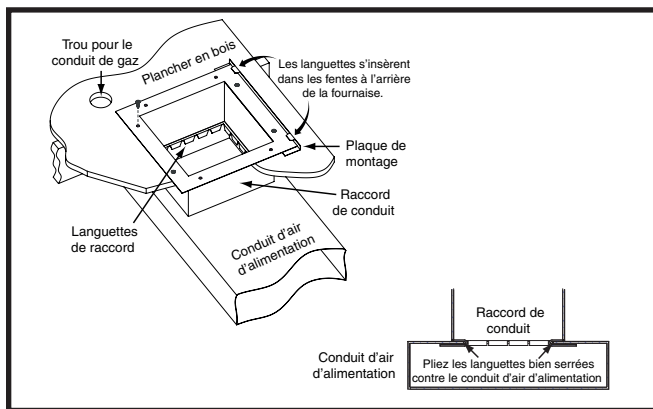

Figure 11. Raccord de conduit à languettes
2. Marquez l'emplacement de l'ouverture du conduit d'alimentation en air en tirant un trait autour des languettes du raccord de conduit. Voyez la Figure 11 \(page 16\).
5. Installez la plaque de montage (Figure 11) sous la surface arrière du raccord de conduit. Alignez les trous pour vis dans les deux composantes.
7. Pliez les languettes inférieures du raccord de conduit vers le haut et serrez-les le plus possible contre le conduit d'alimentation en air. Voyez la Figure 11.